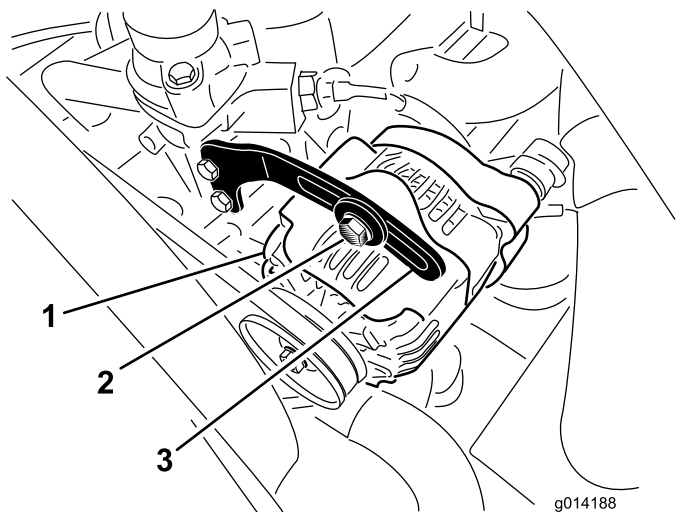

图49
2. 检查交流发电机皮带张紧力的方法使用 10kg 的力按压交流发电机和曲轴箱皮带轮之间的皮带图49中间位置。
3. 松开将支架固定到交流发电机图49的螺栓和交流发电机枢轴螺栓。